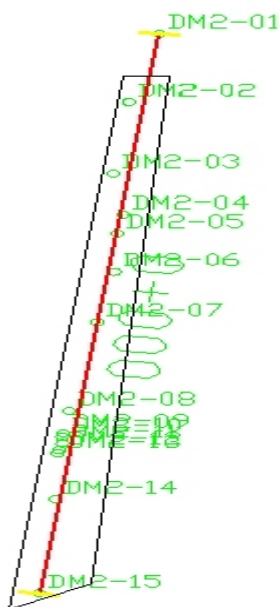

图 3-9
- 4、 展点点号圆为边界，除去起点点号圆，把拟切展点点号圆用多义线（PL）框入，并形成闭合线，如图 3-9 所示。